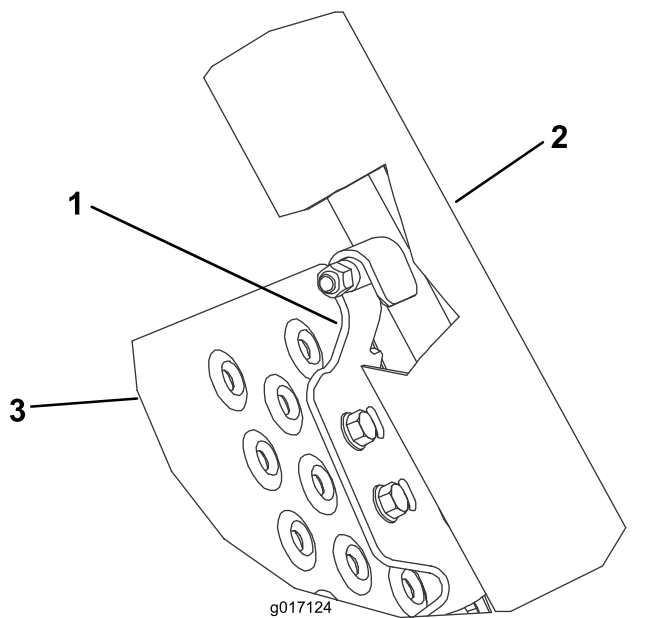

図 4
7. 六角ヘッドねじ5/16 x 2 $\frac{1}{2}$ "を、ロードランプの真ん中の穴とゴム製チューブ 2 本とに通す 図 4。
- 各ロッキングブラケットをランプに仮止めするフランジヘッドねじ5/16 x 3/4"とフランジナットを使用する図 2 と 図 4。
- ランプの各側にロッキングブラケットを配置するロードランプの下側に合わせて、ロードランプについているゴム製チューブに引っ掛け、穴をランプにあわせる図 2 と 図 4。
3. ランプを上げてロックする。ロッキングブラケットがゴム製チューブに引っかかるように位置を調整し、フランジねじとナットを締め付ける図 2 と 図 4。